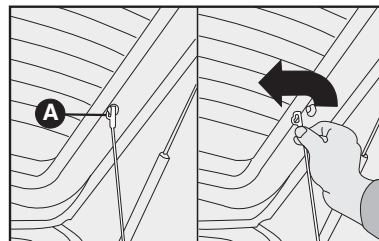

fig. 96
1) Desenganche las extremidades superiores A-fig. 96 de los dos tirantes, desprendiéndolas de sus pernos.